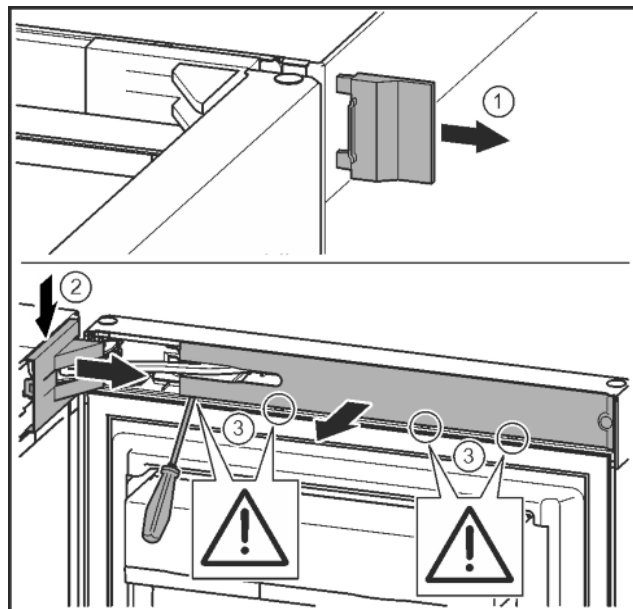

Fig. 7
- Odoberte vonkajší kryt. Fig. 7 (1)
- Odistite a uvoľnite kryt ložiskovej konzoly. Odoberte kryt ložiskovej konzoly. Fig. 7 (2)
- Kryt odistite plochým skrutkovačom a vyklopte nabok. Fig. 7 (3)